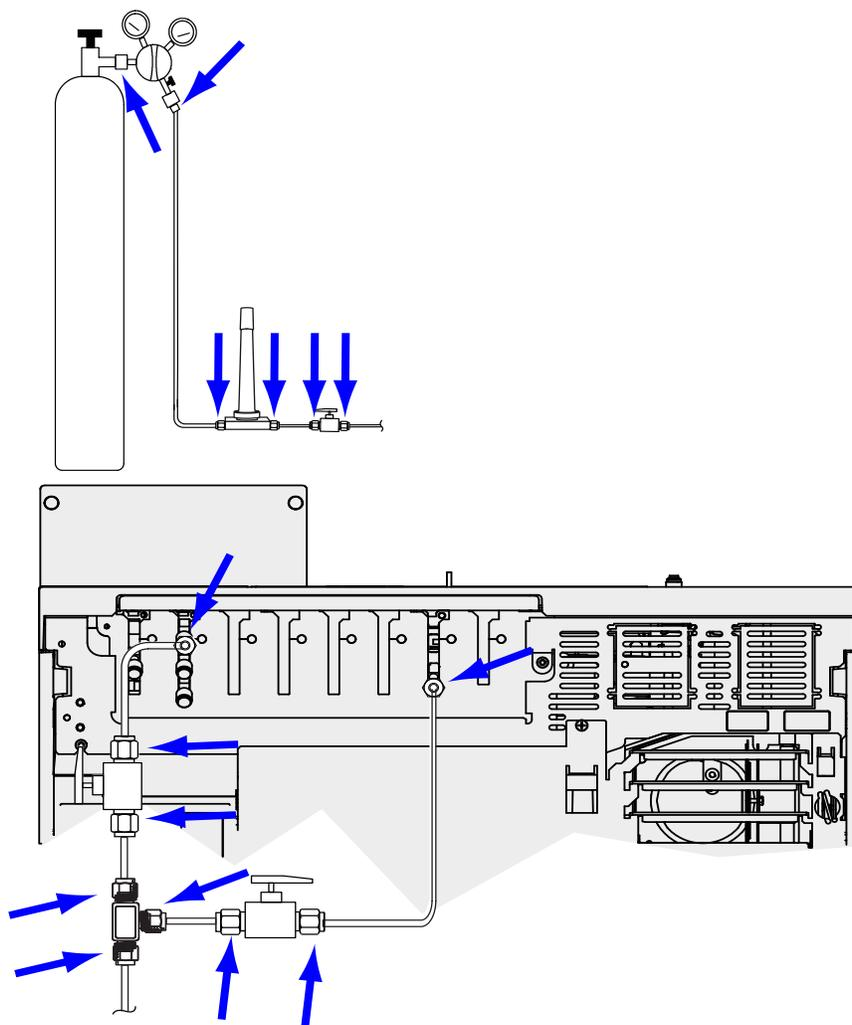

Figura 11. Ubicaciones para comprobar la existencia de fugas
- 4 Espere 10 minutos. Si hay una caída de presión mayor a 7 kPa (1 psi), significa que hay una fuga en las conexiones externas. Utilice el detector de fugas para controlar todas las conexiones. Consulte **Figura 11**.